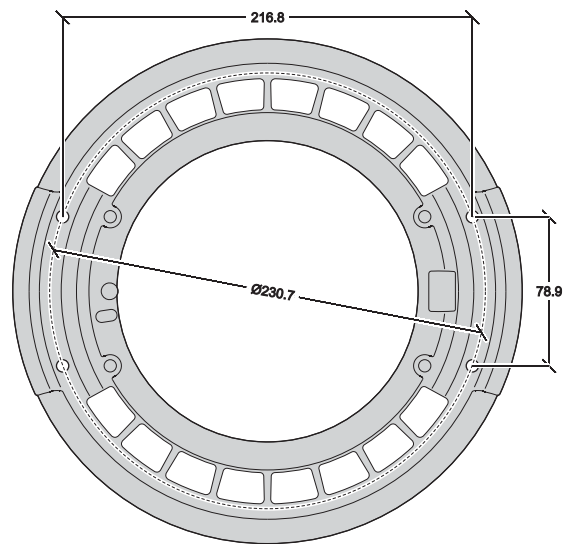

Bild 15: Lochbild der Lampenabdeckung
Warnung! Schrauben zur Befestigung von Adaptern oder Handgriffen dürfen nur in den werksseitig vorgesehenen Gewinden an der Rückseite des Kopfes befestigt werden (markierte Bohrungen in Bild 15). Verwenden Sie keine anderen Methoden zur Installation von Zubehör. Die Schrauben dürfen höchstens 15 mm in den Kopf ragen. Längere Schrauben können elektrische Leitungen im Inneren des Kopfes beschädigen und lebensgefährliche Stromschläge verursachen.
- An der Lampenabdeckung des MAC III Performance befinden sich vier Bohrungen (Bild 15) zur Befestigung des Adapters.
Adapter dürfen die Bewegung des Kopfes nicht einschränken. Beachten Sie das Lochbild in Bild 15.
Die Masse in Bild 15 sind in Millimeter angegeben: